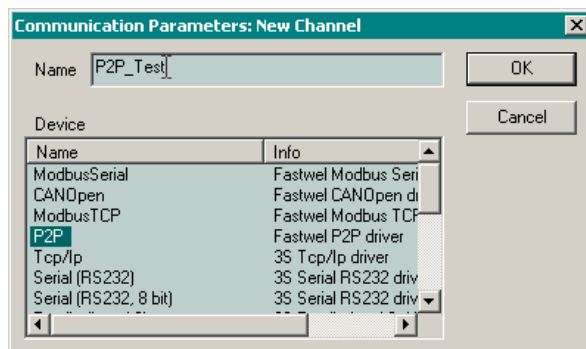
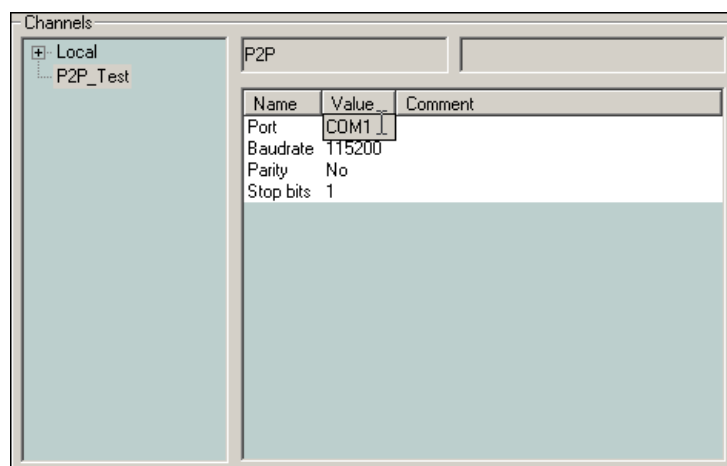

Рис. 49. Создание канала с использованием драйвера Fastwel P2P driver
Рис. 50. Настройка параметров канала
4. Для создания логического информационного канала через последовательный порт нажмите кнопку **New** и в появившейся диалоговой панели введите имя создаваемого канала, а в списке **Device** выберите строку **P2P: Fastwel P2P driver**, как показано на рис. 49, введите имя канала в поле **Name** и закройте диалоговую панель нажатием кнопки **OK**. В древовидном списке **Channels** диалоговой панели **Communication Parameters** появится элемент, соответствующий созданному каналу, а в таблице параметров канала справа – параметры созданного канала, как показано на рис. 50.